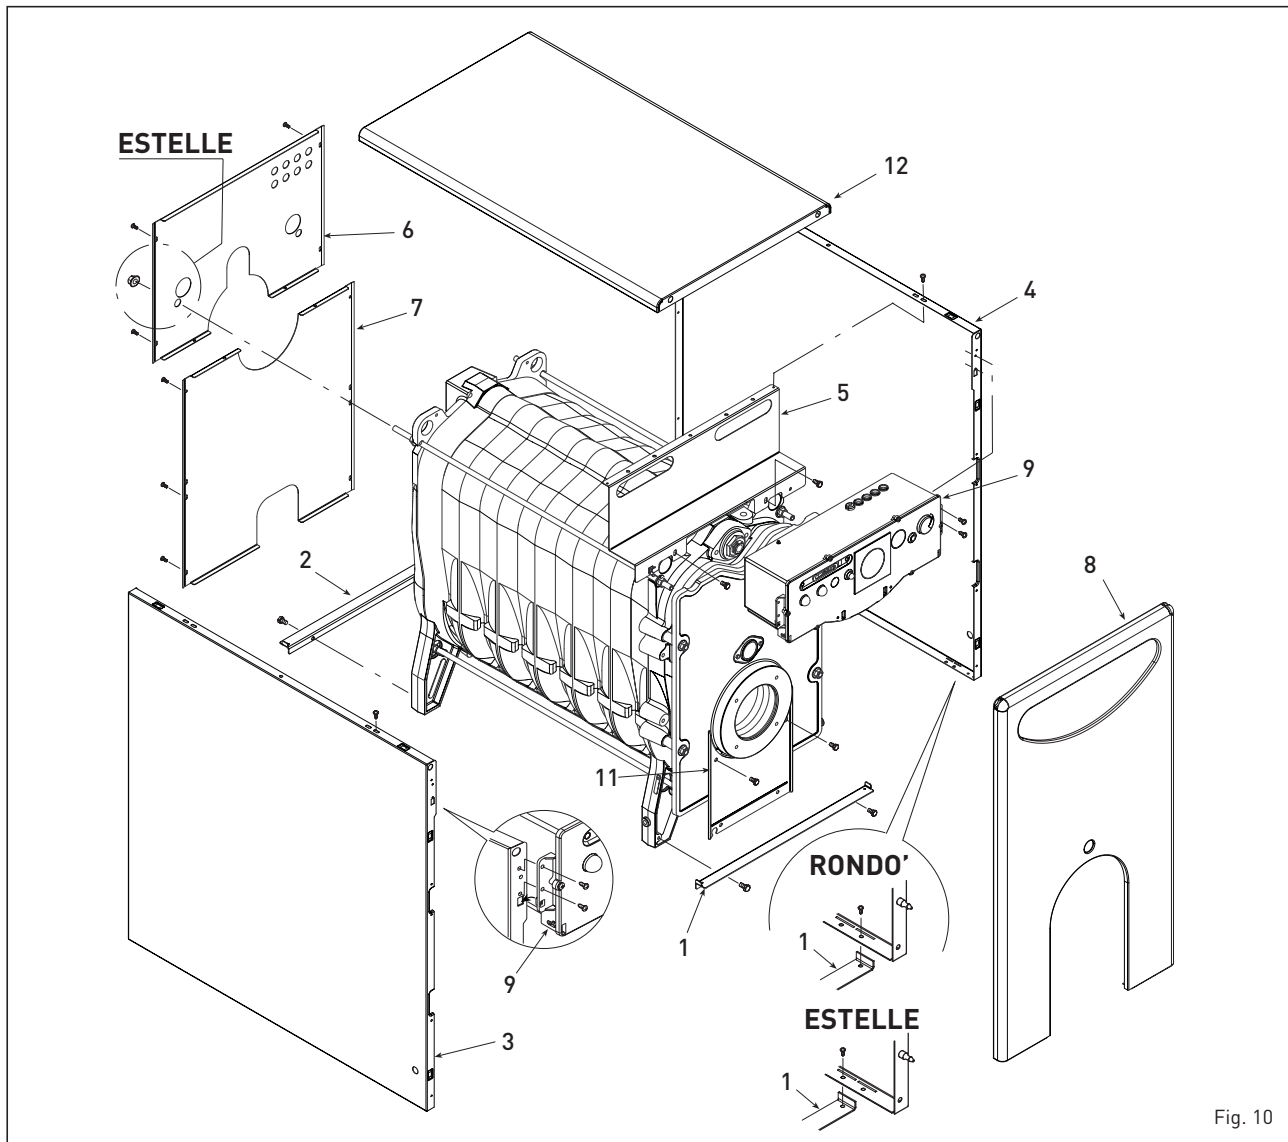

Fig. 10
3.3.3 Smontaggio mantello (fig. 10)
Per procedere allo smontaggio del mantello eseguire progressivamente le seguenti operazioni (fig. 10):